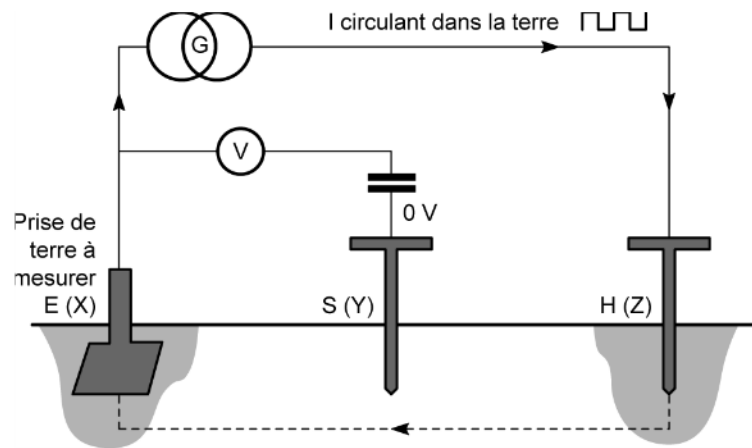

Figure 5.13 – Méthode de mesure de terre avec deux piquets auxiliaires.
A étant la prise de terre à mesurer (*figure 5.13*), on fait circuler, à l'aide d'un générateur approprié G, un courant alternatif (i) constant à travers la prise auxiliaire C(H) dite « prise d'injection courant », le retour se réalisant par la prise de terre A(E).
Pour des distances très grandes entre les prises E et H, la courbe fournissant le relevé des différences de potentiel $VS - VE$ le long de la droite EH aurait l'allure indiquée sur la figure 5.13 avec un point d'inflexion à pente nulle dans la zone correspondant à la terre de référence.